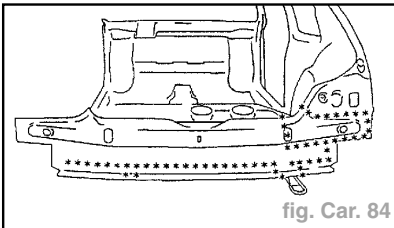

fig. Car. 84
- Dégrafer les points à l'aide d'une fraise de diamètre = **8 mm** (fig. Car. 84).